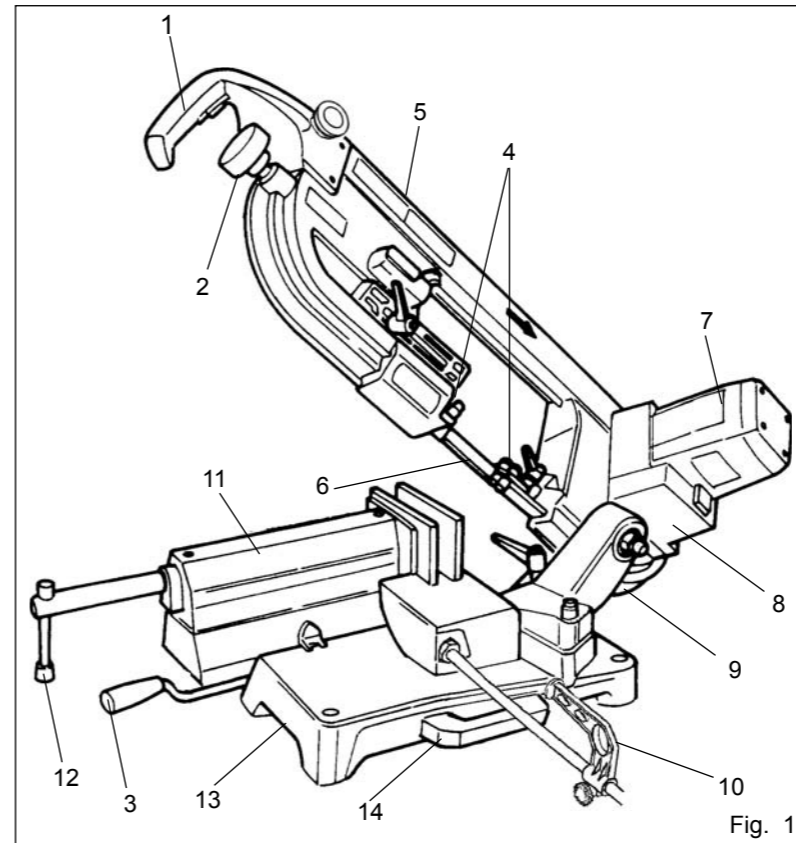
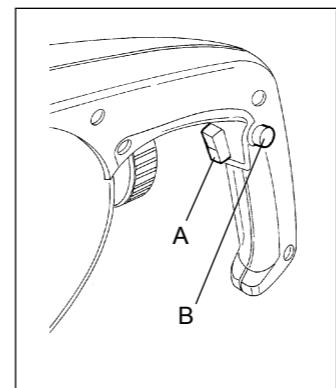
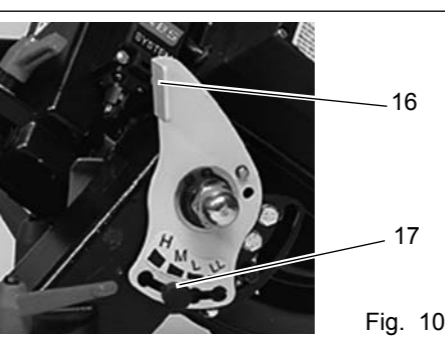

Fig. 1
Fig. 7
Fig. 10
b. Pulse el botón (16) para desbloquear el selector (17).
4.2.3 USO COMO SIERRA DE CORTE AUTÓNOMO ABS NG160 (Fig. 1, 7)
- a. Bloquee la pieza que se ha de cortar en la mordaza, con la palanca (12).
d. Accione el pulsador (A) con la mano derecha para empezar a trabajar y el pulsador de bloqueo lateral (B - Fig. 7).
En caso de necesidad, presione el pulsador de emergencia (16 - Fig.1) para detener la máquina.
4.2.2 REGULAÇÃO DA VELOCIDADE DE AVANÇO PARA A VERSÃO COM CORTE AUTÔNOMO ABS NG160 (Fig. 10, 13)
b. Carregue no trinco (16) para desbloquear o seletor (17).
4.2.3 USO COMO SERRA DE CORTE AUTÔNOMO ABS NG160 (Fig. 1, 7)
a. Aperte a peça a cortar na morsa mediante a alavanca (12).
d. Com a mão direita, acione o botão (A) para iniciar o processo e o botão de bloqueio lateral (B - Fig. 7).
Em caso de necessidade, é possível interromper o funcionamento da máquina carregando no botão de emergência (16 - Fig. 1).